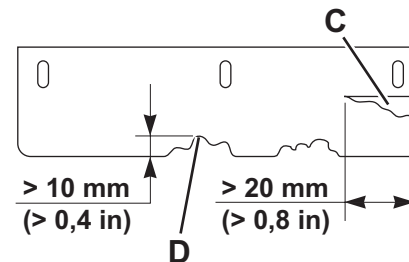
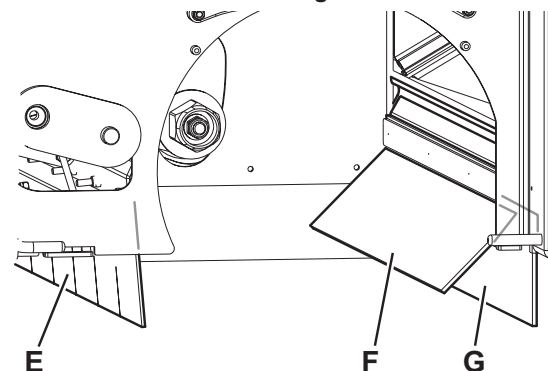
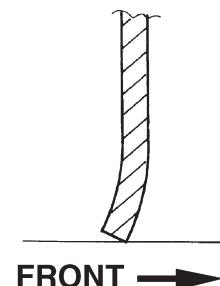

Abbildung 16
Abbildung 18
Abbildung 19
- Weisen die Schmutzfangklappen Schnitte (C, Abb. 16) von über 20 mm oder Brüche /Risse (D) von über 10 mm auf, Schmutzfangklappen auswechseln (für das Auswechseln der Schmutzfangklappen siehe Service-Anleitung).
8. Sicherstellen, dass die vorderen (E, Abb. 18) und hinteren Schmutzfangklappen (F) und (G) nicht beschädigt sind. Die Schmutzfangklappen auswechseln, denn Schnitte vorliegen (C, Abb. 16), die größer als 20 mm sind, oder Brüche/Risse (D), die größer als 10 mm sind.
9. Überprüfen, ob die vordere (E, Abb. 18) und die hintere (G) Schmutzfangklappe leicht auf dem Boden schleifen bzw. ob sie den Boden zumindest berühren (siehe Abb. 19).